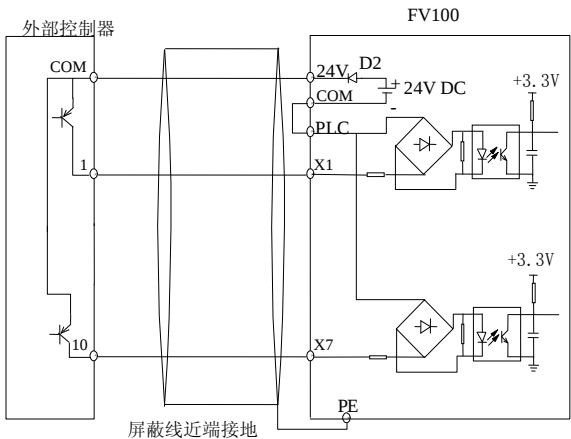

图 4-10 使用变频器内部+24V 电源的漏极连接方式
2) 使用变频器内部+24V 电源，外部控制器为 PNP 型的共发射极输出的连接方式（注意去除 PLC 与 24V 端子间的连接线），如图 4-10 所示。